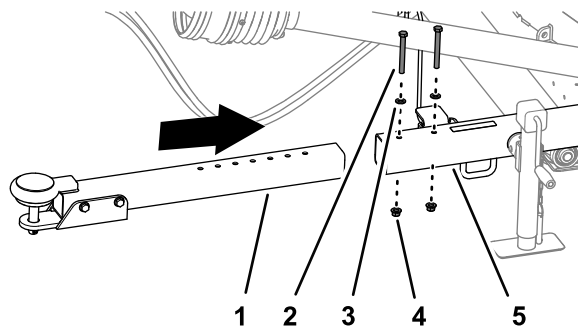

Рисунок 6
1. Отверните 2 фланцевые контргайки и 2 колпачковых винта с 2 шайбами, которые крепят трубу сцепного устройства к приемной трубе (Рисунок 6).